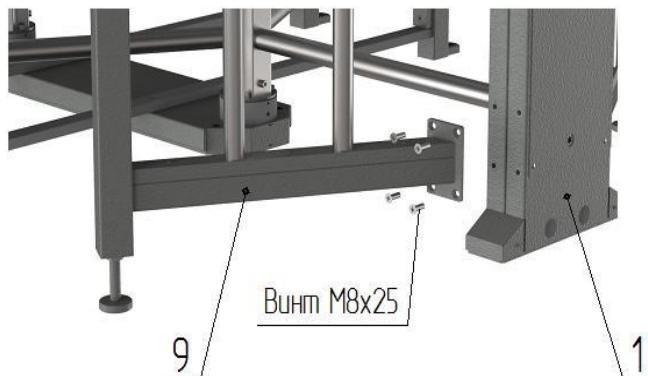

Рис. 4 Сборка ограждения 9 со стойкой крыла прохода 1
– к боковым плоскостям стойки крыла прохода 1 и 2 установите ограждения 9 и 10 (предварительно заведите в отверстия стойки крыла прохода провода световых индикаторов 12, кабели заземления) и закрепите винтами M8 (рис. 4);